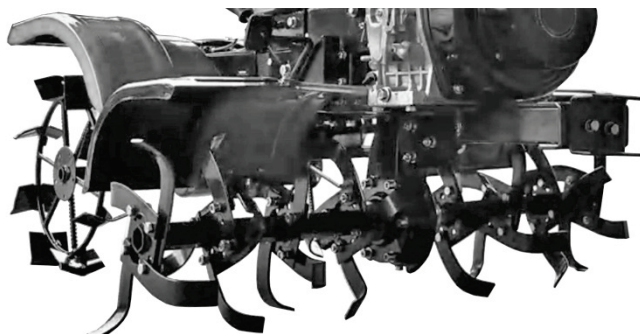

Рисунок 5.8. Ґрунтозачепи та ґрунтофрези на тракторі
- Встановити металеві колеса (діаметр 480 мм) на задню вісь трактора з урахуванням їхнього обертання (див. рис. 5.8.).
- Встановити замість передніх коліс половини ротора ґрунтофрези з урахуванням напрямку їхнього обертання (див. рис. 5.8.)